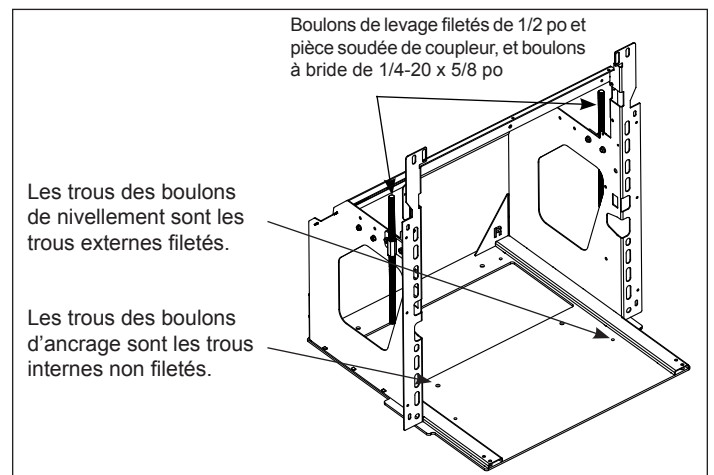

Figure 5.12
Avec l'enceinte connectée, installez les soudures des écrous du coupleur sur le cadre dans l'emplacement du trou qui correspond à vos besoins avec (4) vis / écrous à bride 1/4-20 x 5/8 et écrous et boulons jack 1/2 ". Installez les boulons de nivellement (4) 5/16 " - 18 dans les trous filetés dans le bac inférieur du cadre de montage, installez le cadre de montage dans l'ouverture et réglez ces boulons pour assurer le niveau du cadre. (Remarque: L'utilisation des 4 boulons de nivellement peut ne pas être nécessaire.) Serrer les boulons de 1/2 " contre le linteau. Voir la figure 5.12.